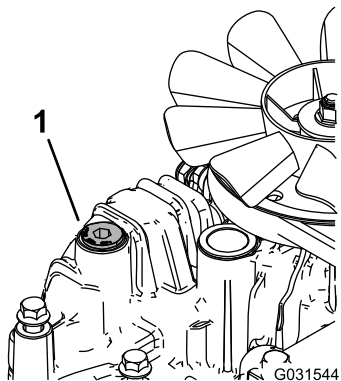

Figura 73
11. Desaperte o tampão de ventilação em cada transmissão para que fique solto e abane (Figura 73).